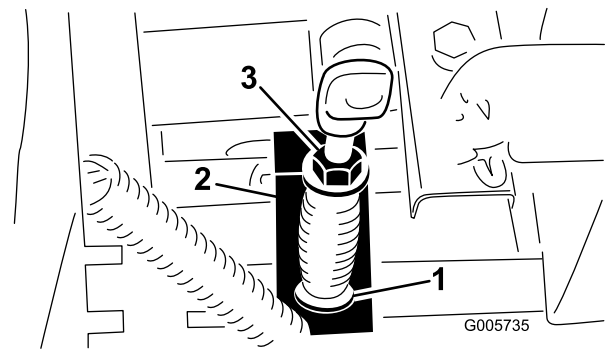

Figure 68
3. Mesurez la longueur du ressort de prise de force entre les rondelles plates (Figure 68). Elle doit être égale à 81 mm.
4. Si elle doit être modifiée, maintenez la tête de la vis de réglage avec une clé (placée sous le bras de commande de PDF) et tournez le contre-écrou (Figure 68).